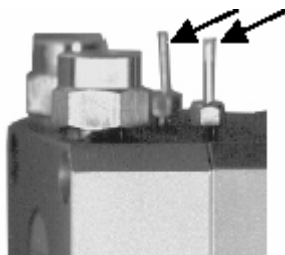

Рис. 16 Капилляры для промывки обратной стороны уплотнений плунжеров
1. Наденьте по трубке с внутренним диаметром 1/16" на каждый капилляр для промывки обратной стороны уплотнений плунжеров (см.рис.16).